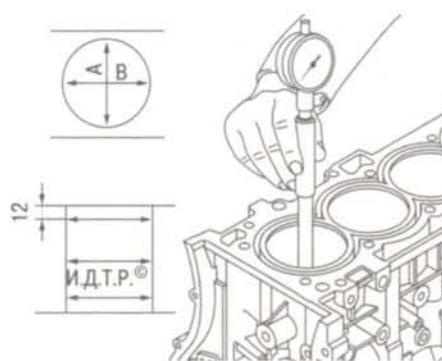

Рис. 5.27. Схема измерения цилиндра
7. Измерьте диаметр цилиндра в двух взаимно перпендикулярных плоскостях (рис. 5.27) (В – вдоль, А – поперек блока цилиндров) и в трех поясах (на расстоянии 12 мм от верхней привалочной поверхности блока цилиндров, в средней и нижней частях цилиндра). Для этого необходим специальный измерительный прибор – нутромер. Овальность